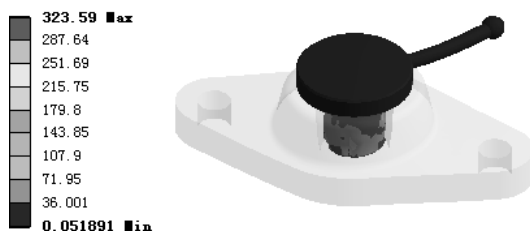

图 7.6.47 应力结果图解 (handle)
(4) 查看 handle 应力结果图解。在“Outline”窗口中选中  **Equivalent Stress 2**，查看图 7.6.47 所示的零件 handle 的应力结果，其最小应力为 0.051891 MPa，最大应力为 323.59 MPa。
(5) 查看 base-down 应力结果图解。在“Outline”窗口中选中  **Equivalent Stress 3**，查看